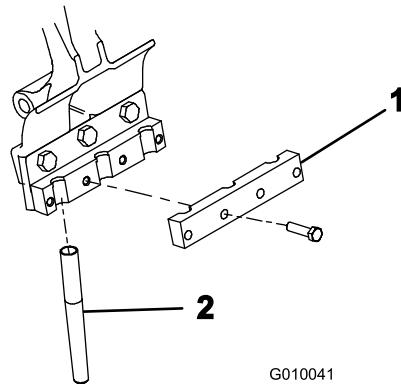

Figura 25
5. Instale provisionalmente una abrazadera de taladros en cada portataladro con 4 pernos de  $\frac{3}{8} \times 1\frac{1}{2}$ " (Figura 25). No apriete los pernos.